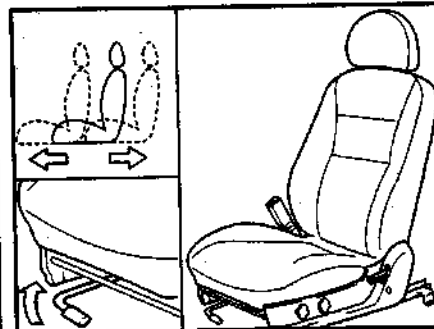

Рис. 14. Расположение ручки и направления перемещения переднего сиденья вперед/назад
1. Приподнимите вверх ручку регулировки положения сиденья, находящуюся спереди под подушкой сиденья и придержите её (рис. 14).